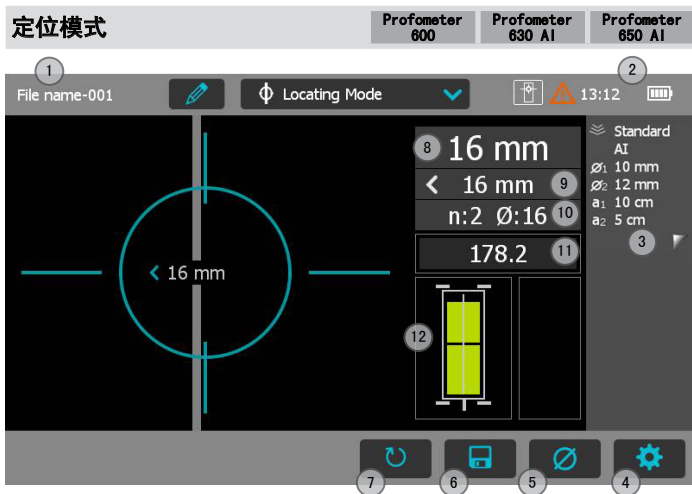

图 7： 定位模式
- 在此位置，您也可测量直径，只需按探头的右侧的 B，或触摸屏装置上的 5（参见图 7）（例如，当探头固定在伸缩式延长杆上时）。